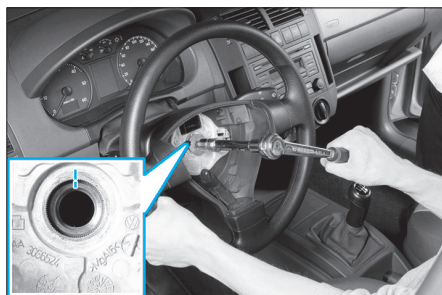

Fig. 1
- Roues en ligne droite, dévisser la fixation (Torx de 55) puis repérer la position avant d'extraire le volant (Fig.1).